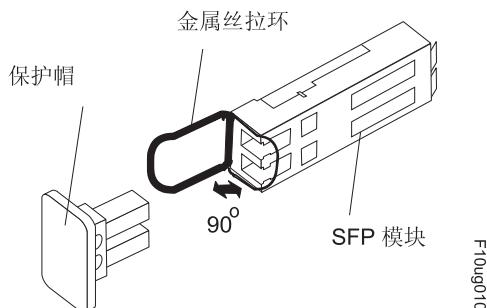

图 76. 松开金属丝类 SFP 模块滑锁
- 对包含金属丝拉环的 SFP 模块, 如图 76 中所示, 通过把金属丝滑锁向外拔出  $90^\circ$  来松开 SFP 模块滑锁。